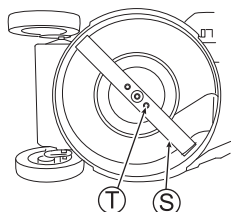

Abb. 40
2. Wenn die Klinge (S) oder die Klingenbefestigungsschrauben (T) "verschlissen", "gebrochen" oder "deformiert" sind, ersetzen Sie sich durch neue, von uns angegebene Teile.
3. Vergewissern Sie sich, dass die Klingenbefestigungsschrauben (T) mit dem angegebenen Drehmoment angezogen sind. (Siehe Abb. 40)
2. Ziehen Sie die Klingenbefestigungsschrauben (T) von Hand ordentlich an.
4. Vergewissern Sie sich, dass die Klingenbefestigungsschrauben (T) mit dem angegebenen Drehmoment angezogen sind. (Siehe Abb. 40)